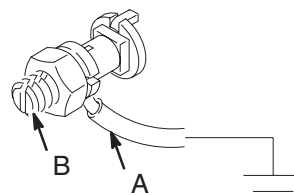

Fig. 1
Pour mettre l'agitateur à la terre, Fixer une extrémité du fil de terre (A) sur le connecteur de terre (B) au bord du couvercle du fût. Voir Fig. 1. Brancher l'autre extrémité du fil de terre sur une vraie prise de terre.